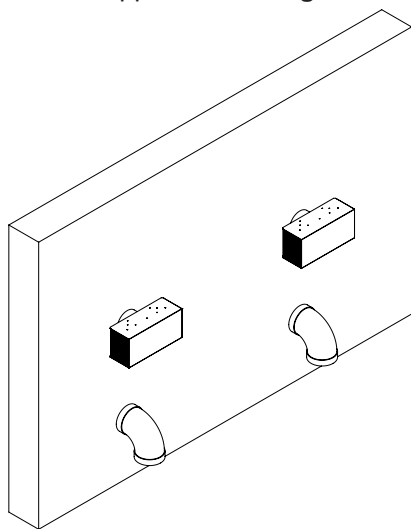
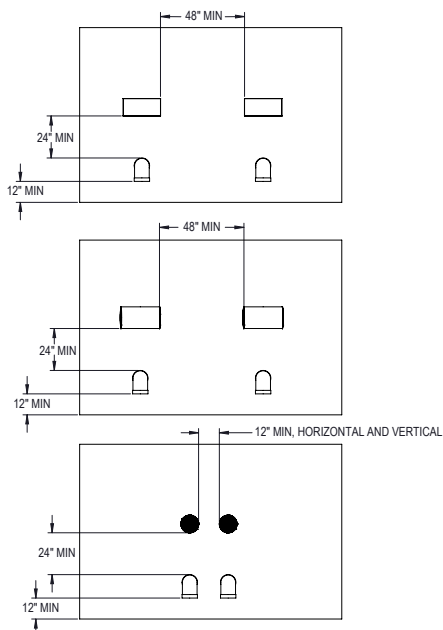
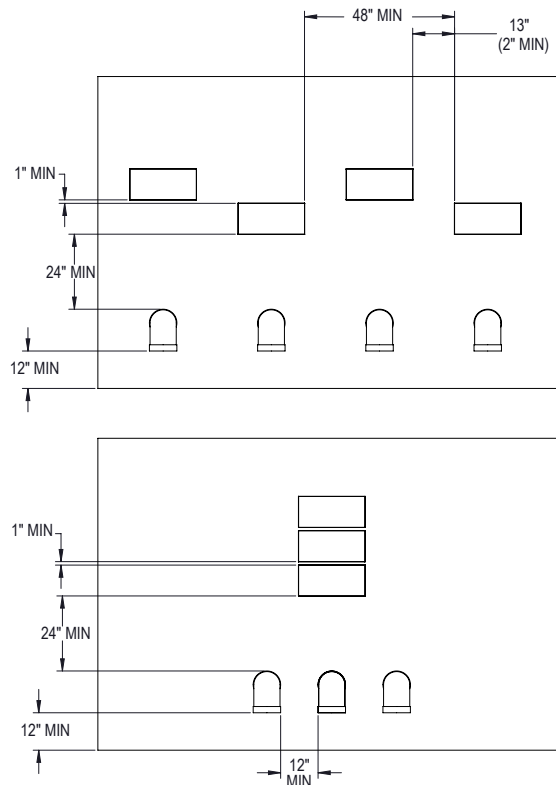

Figure 56. Terminaison d'évacuation murale D-15
Figure 61. Dégagement de ventilation horizontaux et verticaux
Figure 62. Dégagement de ventilation horizontaux et verticaux
13. Pour connaître les dégagements des terminaisons murales multi-appareils, voir **Figure 56 et Figure 62**.
9. Dans le cas d'une installation multi-appareils à ventilation directe, prévoyez un dégagement horizontal prédéterminé entre les terminaisons d'évacuation, voir **Figure 61 et Figure 62**.